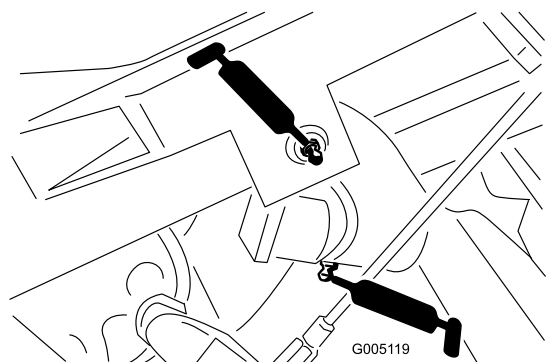

Figura 38
- Articulação do braço de elevação e engate da articulação (3) (Figura 38)